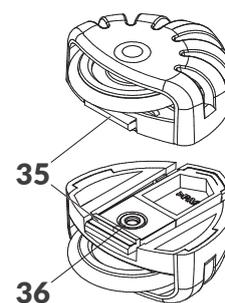

Fig. 7.
1. Presione el bloqueo **35** de la rueda superior (véase la Fig. 7) y retire la rueda guía de su ranura en la carcasa de la impresora tirándola hacia la placa de boquillas. Deje la rueda inferior **3** en su sitio.
1. Presione el bloqueo **35** de la rueda superior (véase la **Fig. 7 en la página 23**) y retire la rueda guía de su ranura en la carcasa de la impresora tirándola hacia la placa de boquillas.
1. Presione el bloqueo **35** de la rueda superior (véase la **Fig. 7 en la página 23**) y retire la rueda guía de su ranura en la carcasa de la impresora tirándola hacia la placa de boquillas. Del mismo modo, retire la rueda inferior **3**.